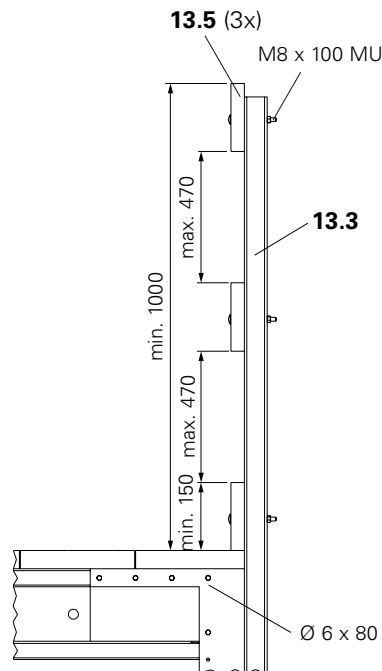

Fig. A1.25
- **End Guardrail Post CB.** (Fig. A1.25)
(Fig. A1.25)